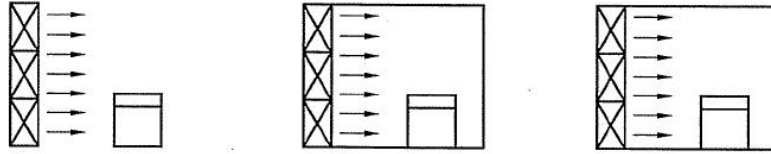
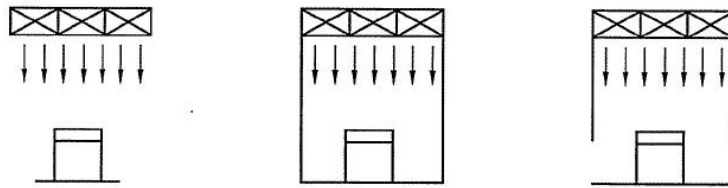

图 A.2 水平单向流气流形式
图 A.3 垂直单向流气流形式
A.2 100 级单向流区域, 洁净工作台或局部空气净化设施的采样点宜布置在正对气流方向的工作面上, 气流形式可参考图 A.2、图 A.3。